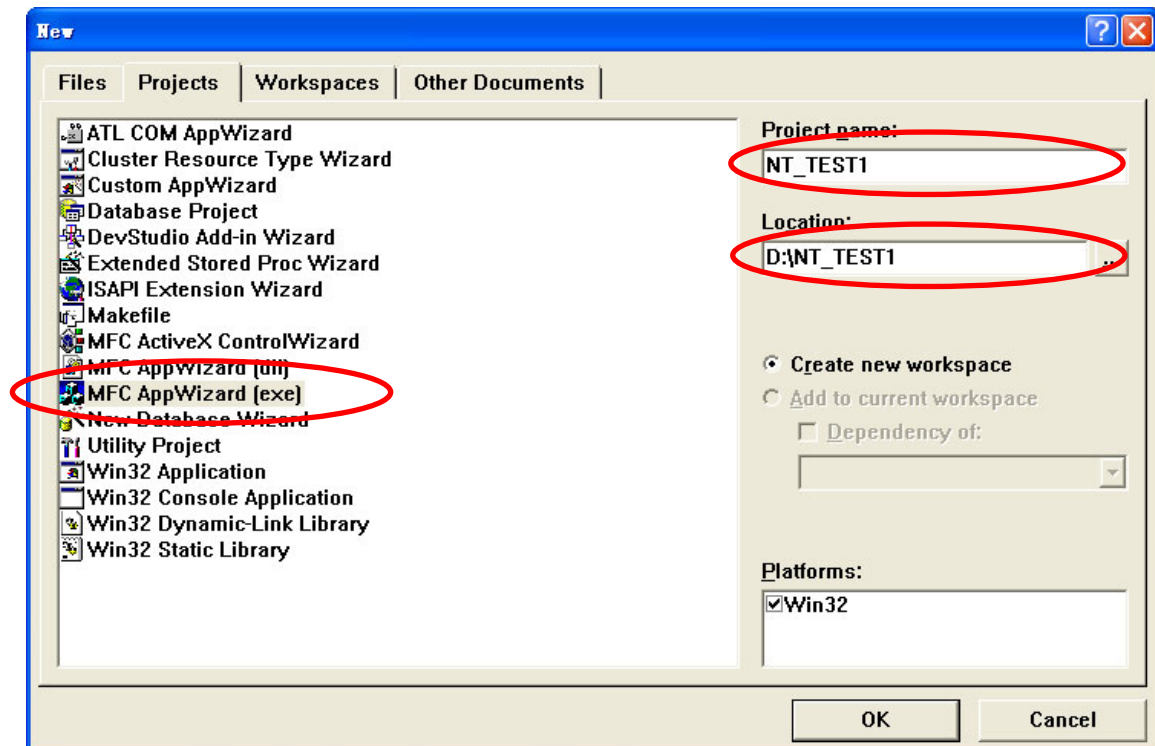
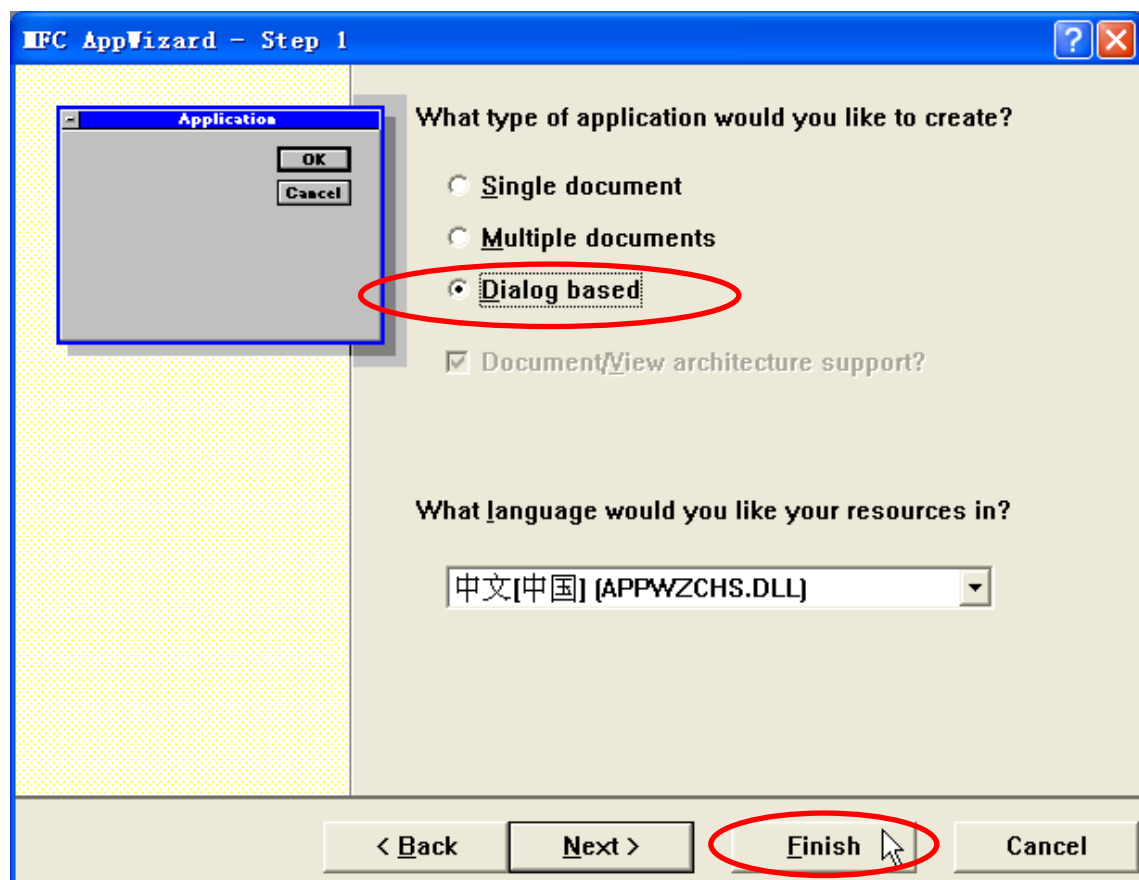

图 5.2 新建立工程 NT_TEST1
图 5.3 设置 NT_TEST1 为基于对话框的应用
(1) 启动 Visual C++ 6.0，新建一个基于对话框的工程 NT_TEST1，工程保存路径为 D:\，如图 5.2、图 5.3 所示。